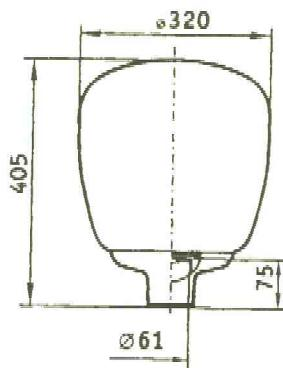

Рис. 1
1.1. Светильники венчающие серии РТУ06-125-020 У1 «Икар», РТУ06-125-021 У1 «Икар» (рис.1) с разрядными лампами высокого давления предназначены для функционально-декоративного освещения скверов, парков, бульваров.